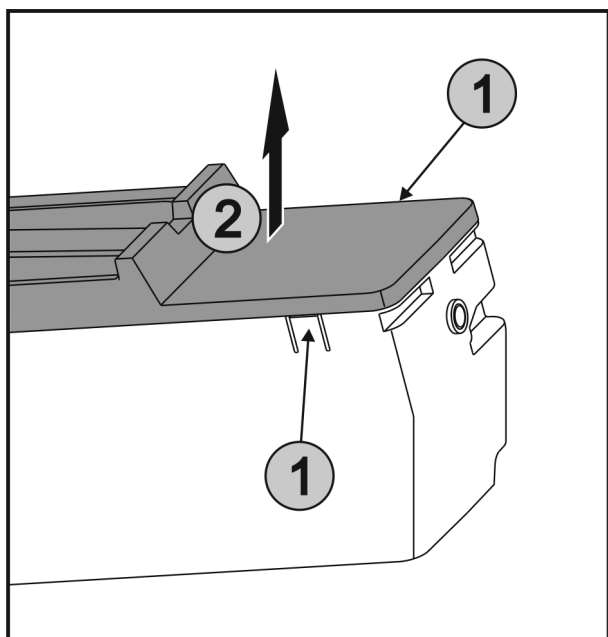

Fig. 48
- ▶ Apăsați simultan eclisele Fig. 48 (1) de pe ambele părți ale EasyTwist-Ice și scoateți capacul Fig. 48 (2) în sus.